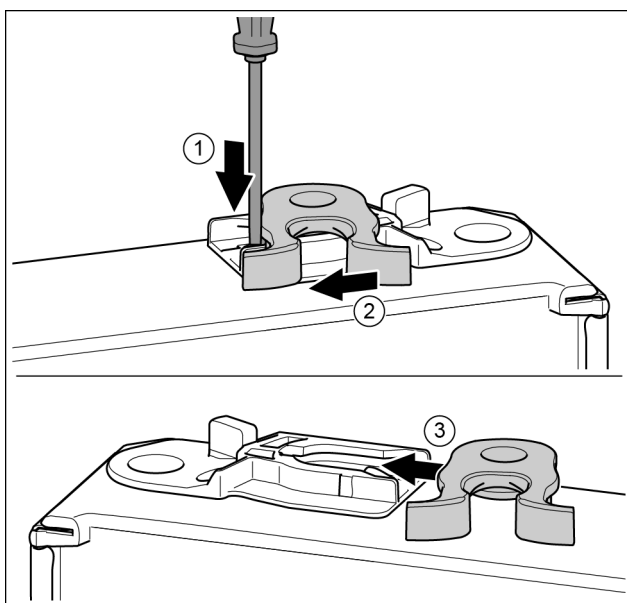

Fig. 33\*
- ▶ Lasche mit Schlitzschraubendreher nach unten drücken.\* Fig. 33 (1)
- ▶ Schließhaken aus Führung ziehen.\* Fig. 33 (2)
- ▶ Schließhaken auf anderer Seite in Führung schieben.\* Fig. 33 (3)